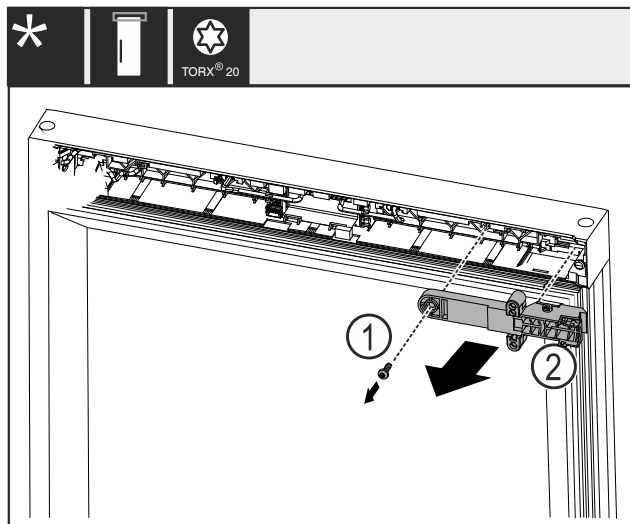

Fig. 21
- ▶ Távolítsa el a csavart Fig. 21 (1).
- ▶ Vegye le a zár tartóelemét Fig. 21 (2).